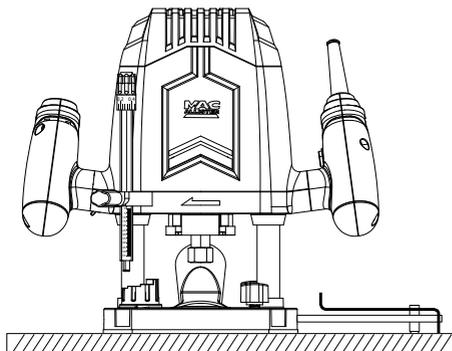

Fig. 31
- > Marquez le centre du cercle et enfoncez légèrement la broche dedans. Pour obtenir un résultat satisfaisant, assurez-vous qu'elle ne risque pas de s'échapper pendant le travail (Figs. 31, 32).